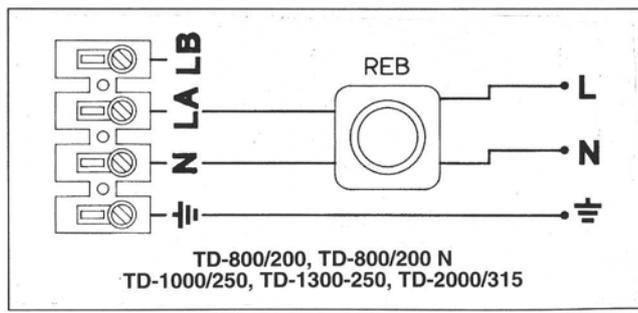

Fig.3
- Los motores de los TD-MIXVENT están preparados para alimentarse de una red monofásica y son de dos velocidades. Para la conexión a la red deberán seguirse los esquemas de conexiones fig. 2 que corresponde al modelo, utilizando un conmutador tipo REGUL2 o COM2. También pueden conectarse a un regulador de tensión tipo REB. En este caso asegurarse que el aparato este conectado en velocidad rápida como está indicado en la fig. 3.